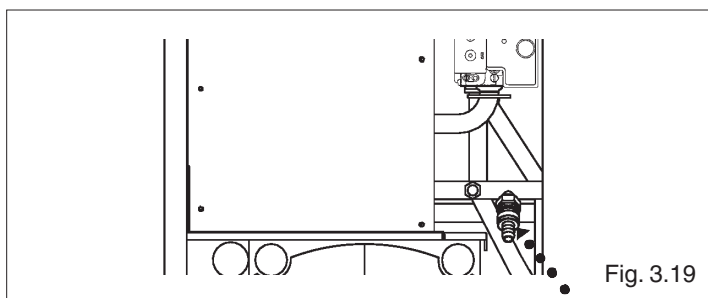

Fig. 3.19
- conectar un tubo de goma al adaptador de la llave de vaciado y abrir la llave (fig. 3.19).